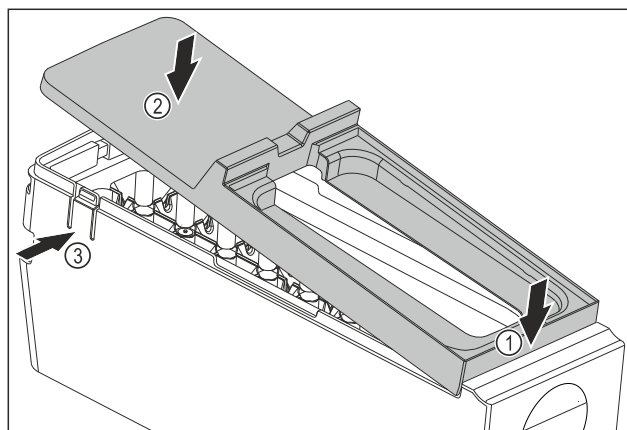

Fig. 157
- Montare la copertura del corpo dell'EasyTwist-Ice: Applicare la copertura sul davanti. Fig. 157 (1)
- Abbassare la copertura sul retro. Fig. 157 (2)
- La copertura si innesta in entrambe le linguette Fig. 157 (3) in modo udibile.